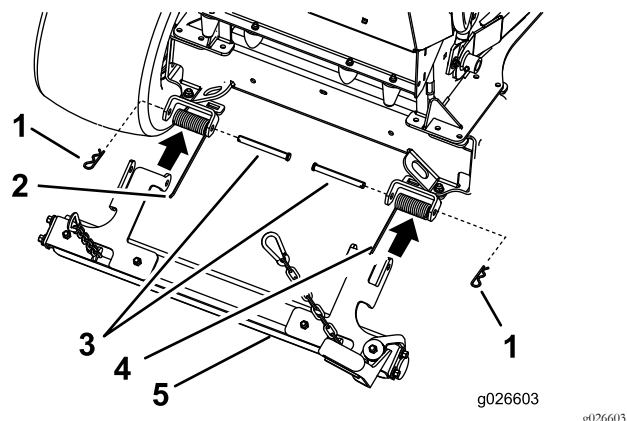

Figura 4
- Coloque el conjunto del rodillo en los soportes de montaje del rayador (Figura 4).
- Introduzca el pasador a través del soporte de montaje del rayador, el soporte del rodillo y el muelle, y sujételo con una chaveta (Figura 4).